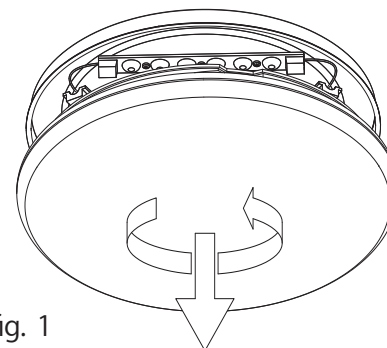

fig. 1
- fig. 1:** If necessary, remove the dome from the base plate (bayonet lock).
- Bild 1:** Die Kuppel von der Grundplatte evtl. abnehmen (Bajonett-Verriegelung).